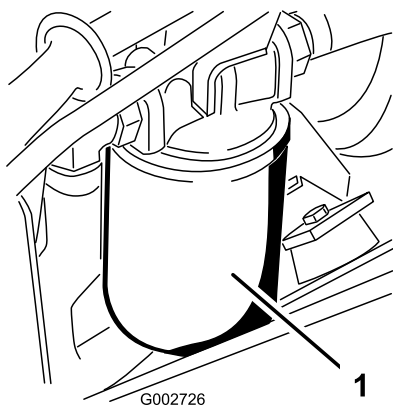

Рисунок 46
4. Поместите сливной поддон под гидравлический фильтр, расположенный с левой стороны машины (Рисунок 46).
7. Установите новый гидравлический фильтр (Рисунок 46), заворачивая его от руки до тех пор, пока прокладка не коснется головки